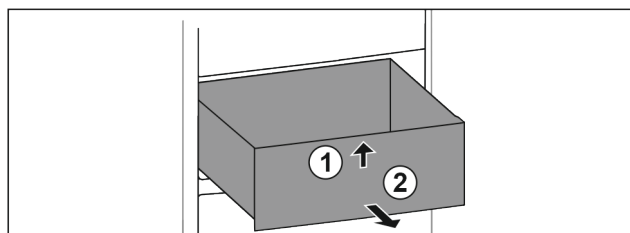

Fig. 29
- ▶ 抬起抽屉前部。 Fig. 29 (1)
- ▶ 朝前取出抽屉。 Fig. 29 (2)